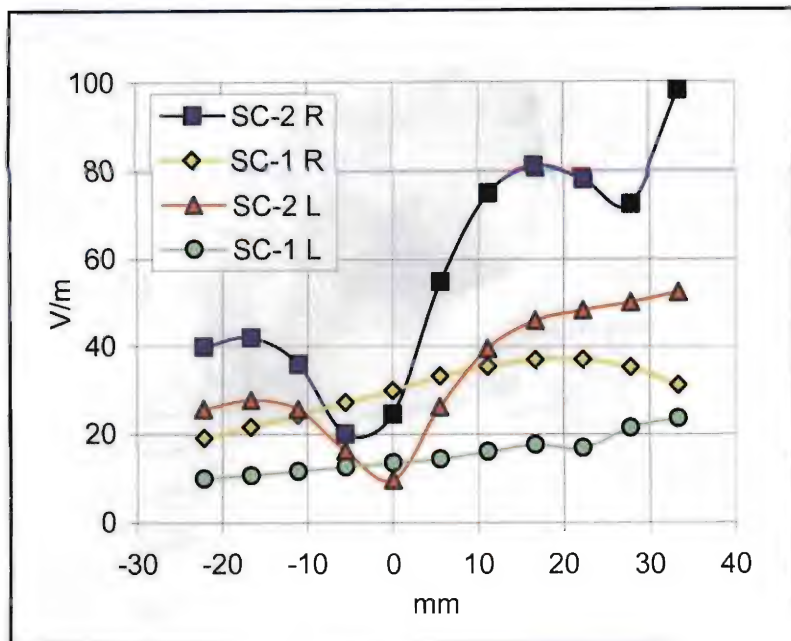

Figura 3
come illustrato in **figura 3** dove è mostrato l'andamento del campo elettrico misurato in una direzione ortogonale al piano delle lenti (penetrando quindi idealmente nella regione oculare) nel punto centrale dei due cerchi. Il telefono è stato posto con l'antenna in posizione parallela all'asta di destra (R). L'andamento del campo elettrico al di fuori (asse $x < 0$) e internamente al piano delle lenti (asse $x > 0$) è stato riportato sia per l'occhio vicino al cellulare (R), sia per quello lontano (L), in presenza della montatura metalliche (caso 2) e in assenza delle stesse (caso 1). È importante osservare che l'aumento della densità di potenza varia con il quadrato del campo e che, pertanto, un fattore 2 di incremento del campo elettrico si ripercuote in un incremento di un fattore 4 della potenza assorbita.